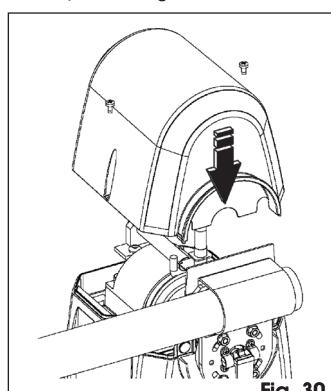

Fig. 30
- Repositionner le carter supérieur, Fig. 30.